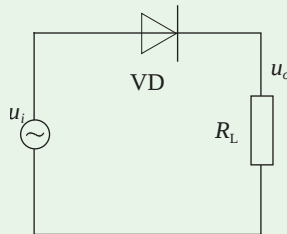

图 3-14 电路图
1. 如图3-14所示连接电路，正弦信号源 u_i 输出1 kHz、峰值为10 V的信号。